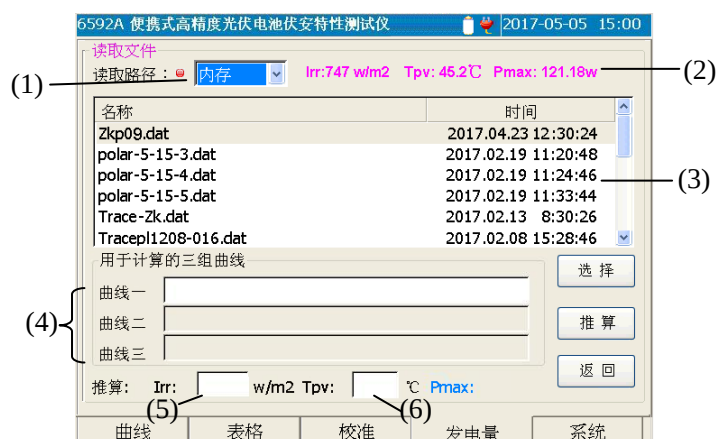
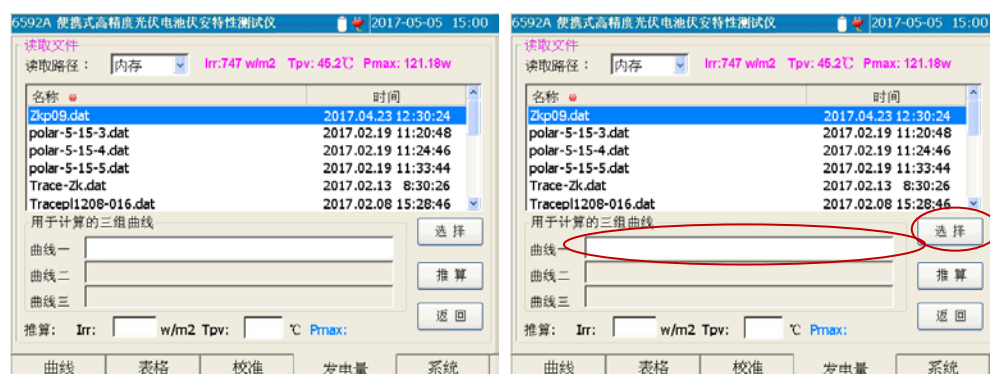
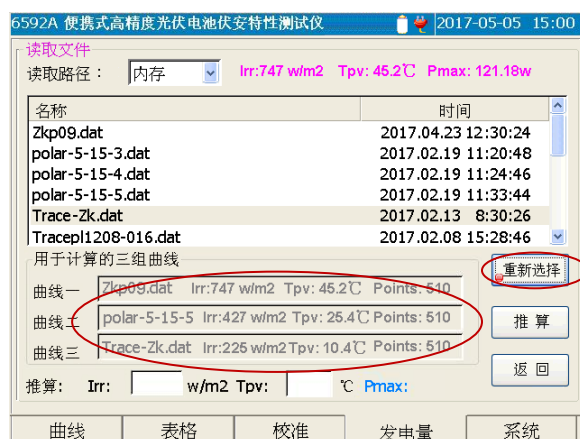

图 5-22 推算页面示意图
图 5-23 选择曲线示意图
图 5-24 选择好三幅曲线后的页面示意图
可选择同一组件在不同的辐照度和温度环境下的测试数据，从而推算出这一组件在其它辐照度和温度环境下的最大功率值。点击【推算】按钮后，将出现推算窗口，如图 5-22 所示。
- (1): 读取文件的路径：内存、U 盘、SD 卡。
- (2): 此处显示文件列表中光标条选中的文件中保存的环境参量和最大功率值。
- (3): 选中的读取路径下存储的.dat 文件列表。
- (4): 选择的用于推算最大功率值的三组曲线名称。
- (5): 想要推算指定环境条件下的最大功率值时设定的辐照度数值。
- (6): 想要推算指定环境条件下的最大功率值时设定的组件温度数值。
- a) 【选择】：用于选择推算用的三副曲线。如图 5-22 所示，从曲线一开始依次选取三幅曲线。利用 ◀ 或 ▶ 键将操作焦点移至文件列表，同时窗口右上角将显示文件列表中光标条选中的文件中保存的环境参数和最大功率值。此时点击【选择】按钮，则将选择当前光标条选中的文件为曲线一，同时曲线一的名称编辑框变灰，曲线二的名称编辑框有效，此时可选择曲线二。如图 5-23 所示。如此可选择三幅用于推算的曲线文件。如图 5-24 所示。